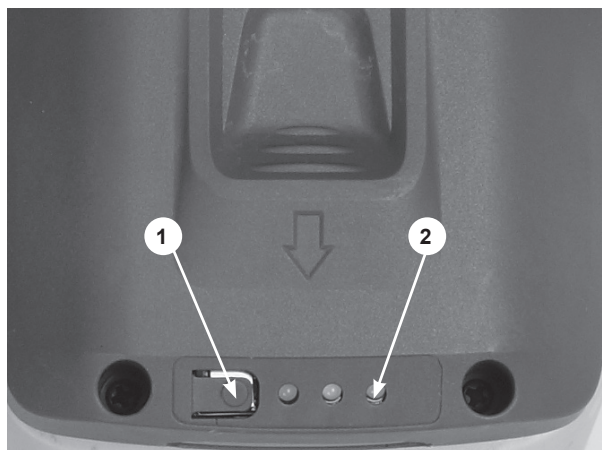

Рис.1
Для проверки уровня заряда аккумуляторной батареи необходимо нажать кнопку (1) Рис. 1